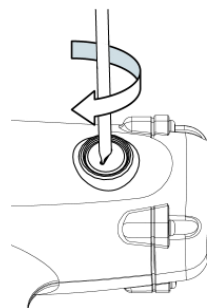

Fig. 6
- Zet het koolstofborstelpaneel rechtsom vast met behulp van een schuine bit (fig. 6).